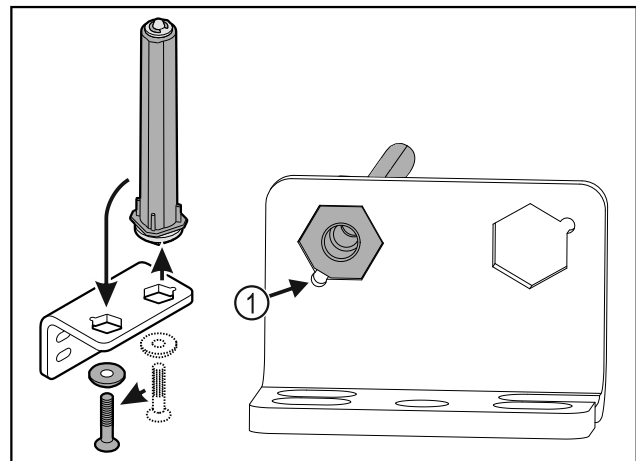

Fig. 33
- ▶ Let erop dat bij het plaatsen de boutafschuining Fig. 33 (1) naar het ronde gat wijst.